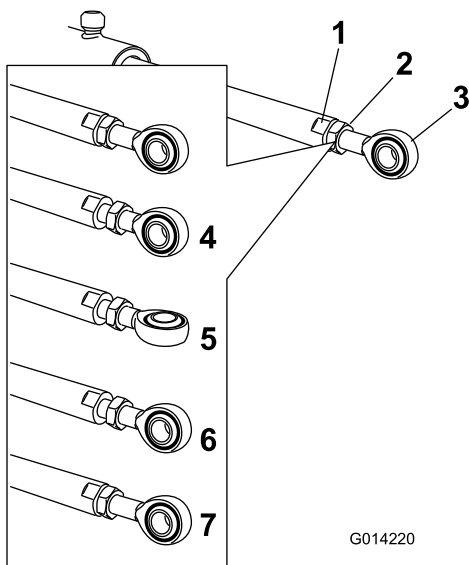

Рисунок 114
- Удерживайте шток привода в неподвижном положении с помощью ключа, накинутаго на плоские грани штока привода, затем ослабьте контргайку, чтобы можно было регулировать шток с проушиной (Рисунок 114).
6. Поверните шток с проушиной в штоке привода, чтобы сократить или удлинить привод для установки в требуемое положение (Рисунок 114).